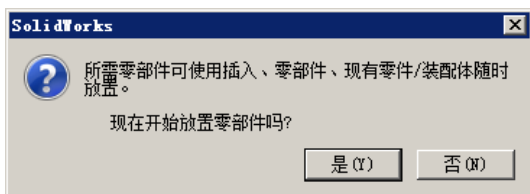

图 11.8.33 “SolidWorks”对话框（一）
Step5. 单击对话框中的  按钮，完成电气数据的输入。此时系统弹出图 11.8.33 所示的“SolidWorks”对话框（一），单击 **是(Y)** 按钮。